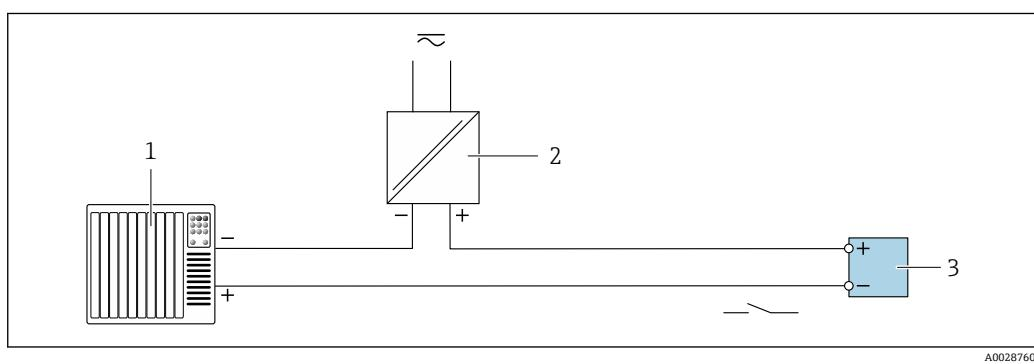

图 16 接线实例：开关量输出（无源信号）
- 2 模拟显示单元: 注意最大负载→图 16
- 3 模拟显示单元: 注意最大负载→图 16